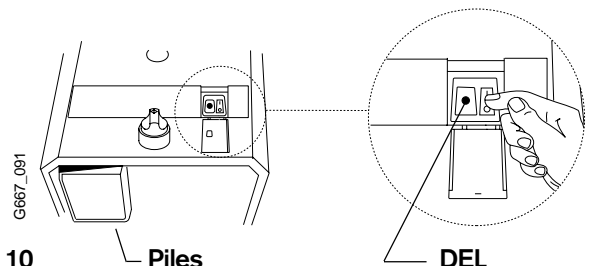

Figure 10
2. Fermer la vanne d'arrivée de gaz : placer le commutateur marche/arrêt à la position « O »; attendre cinq (5) minutes la purge du résidu de gaz. Si une odeur de gaz est perceptible, arrêter et exécuter l'instruction « B » de l'étiquette de sécurité ci-dessus. Si aucune odeur de gaz n'est perceptible, passer à l'étape suivante.
4. Placer le commutateur marche/arrêt (pour y accéder, rabattre la plaque de fermeture du logement sur le panneau avant) à la position « I » (le commutateur est marqué I/O); le chauffe-eau est alors prêt à fonctionner. (Voir Fig. 10).
Le commutateur marche/arrêt est situé derrière un volet rabattable du panneau avant. Voir fig. 10.